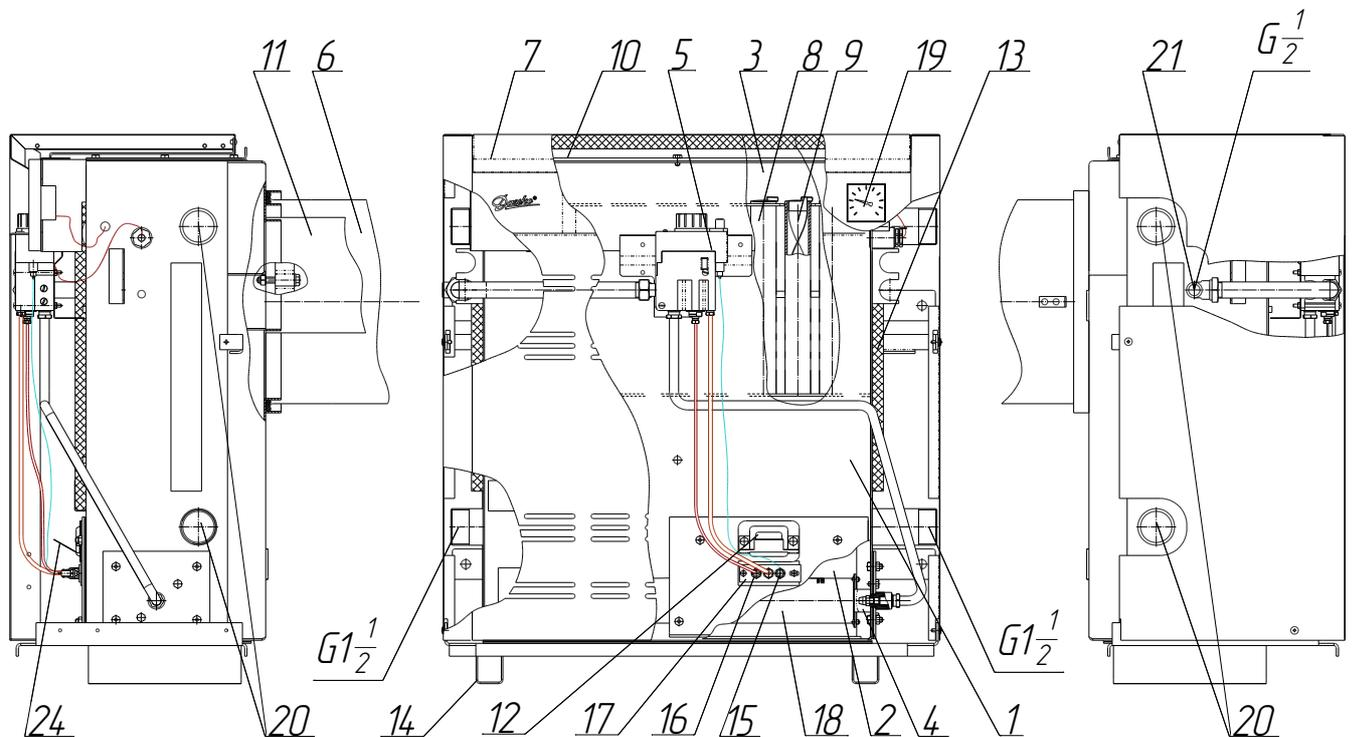
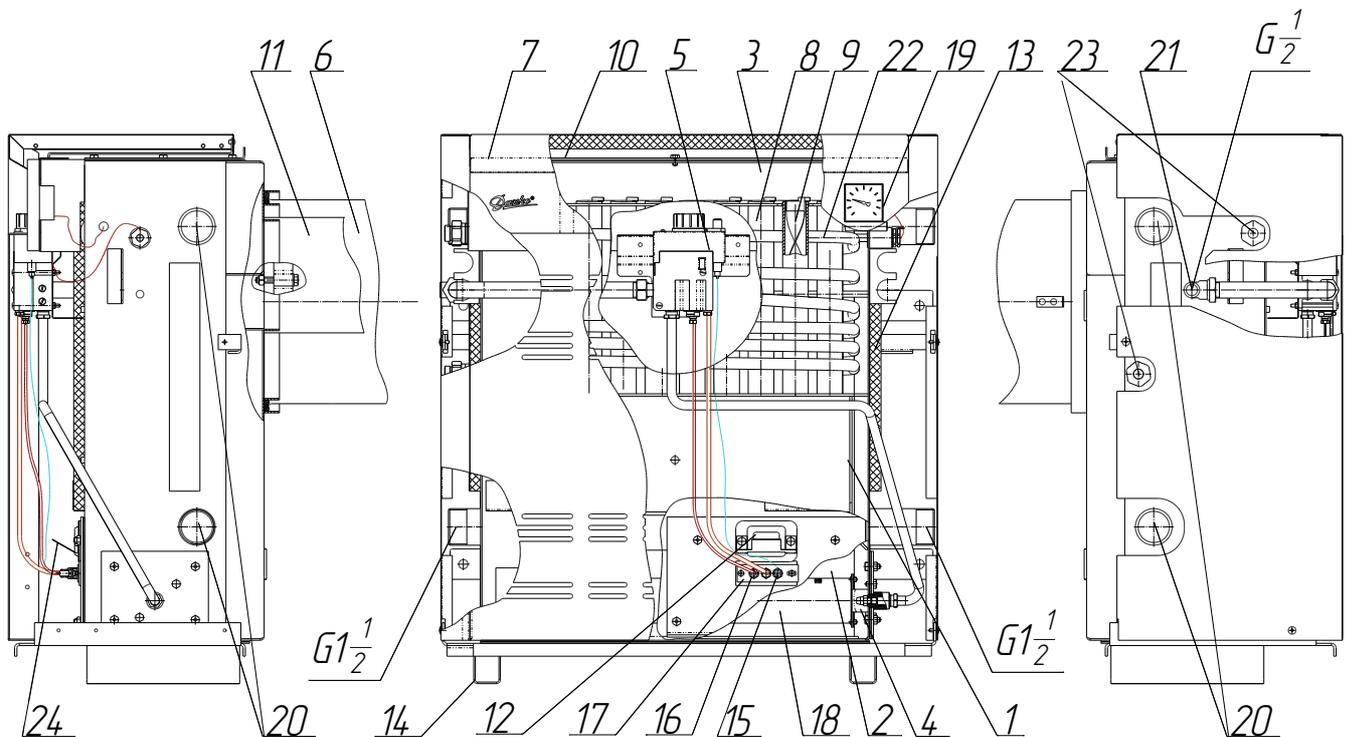

Рисунок 1.
Рисунок 2.
Котел (Рис.1,2) состоит из таких основных частей: теплообменника (корпус-1, топка-2, конвективный газоход-3), горелочного устройства-4, газовой автоматики-5, декоративного кожуха-7.
Автоматика управления газогорелочными устройствами «SIT» (Рис.1), состоит из термостатического устройства управления 630 EUROSIT - поз.5 с терморегулятором-2 и пьезокнопкой-1 (Рис.1а); пилотной горелки-17 с термопарой-16 и электродом-15.
Между корпусом-1 и декоративным кожухом-7 размещенная теплоизоляция-13. В котлах типа “Данко–7УВС” ... “Данко-15,5УВС” в корпус 1 вмонтирован водонагреватель-22 (Рис.2) в виде змеевика (из медной трубки) для горячего водоснабжения.
Газоход-6 представляет собой две эксцентрически расположенные одна в другой трубы, каждая из которых состоит из двух телескопически – соединенных секций, что позволяет изменять общую длину газохода в зависимости от толщины внешней стены отапливаемого помещения, в котором устанавливается котел. Внутренняя труба (поз.11) соединенная с верхним разрезом камеры сгорания есть дымоход, по которому продукты сгорания из котла выводятся за пределы помещения. Внешняя труба есть воздуховод, по которому внешний воздух, необходимый для горения газа, поступает в топку котла. Чистка дымогарных труб корпуса котла проводится при снятом декоративном кожухе, крышке корпуса котла и вынутой основной горелке. Для того чтобы снять основную горелку – 18 необходимо отсоединить горелочное устройство – 4 и пилотную горелку – 17 (Рис.2) отвинтить гайки – 1 (Рис.2а) снять горелочное устройство вместе с горелкой. Имеется возможность достать основную горелку через переднюю стенку теплообменника, для чего необходимо отвинтить гайки - 3 и снять крышку – 5 (Рис.2а) открутить болты – 2 и вынуть горелку. При установке
Подключение котла к системе отопления проводится с помощью патрубков-20, которые расположены по обе стороны котла, для более удобного подключения; к газовой магистрали через патрубок-21 (возможно подключение с двух сторон); к системе горячего водоснабжения через патрубки-23 (Рис.2). Включение пилотной горелки производится пьезокнопкой -1 (Рис.1а). Указатель температуры-19 служит для визуального контроля температуры воды в котле.
Рисунок 1а.
Рисунок 2а.
7.8.1. При применении автоматики «630EUROSIT» (Рис.1):
-убедитесь, что котел выключен - точка белого цвета на ручке 2 (см. рис.1а) совмещена с знаком „звездочка” на панели;